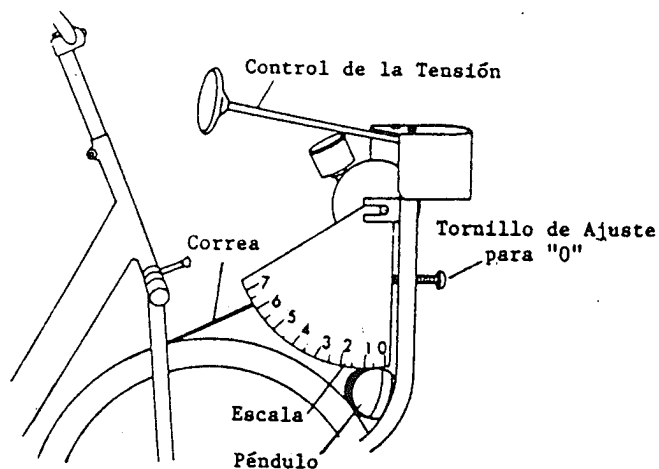

Figura 1
a. Utilizando el tornillo de ajuste en frente del cicloergómetro, alínie la línea roja grabada sobre la pesa del péndulo con el indicador de la escala marcando "0" (véase Figura 1).